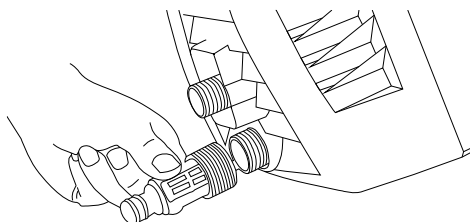

Рис. 9
2. Закрутите фильтр для очистки воды во входное отверстие, расположенное в нижней части корпуса (Рис. 9).